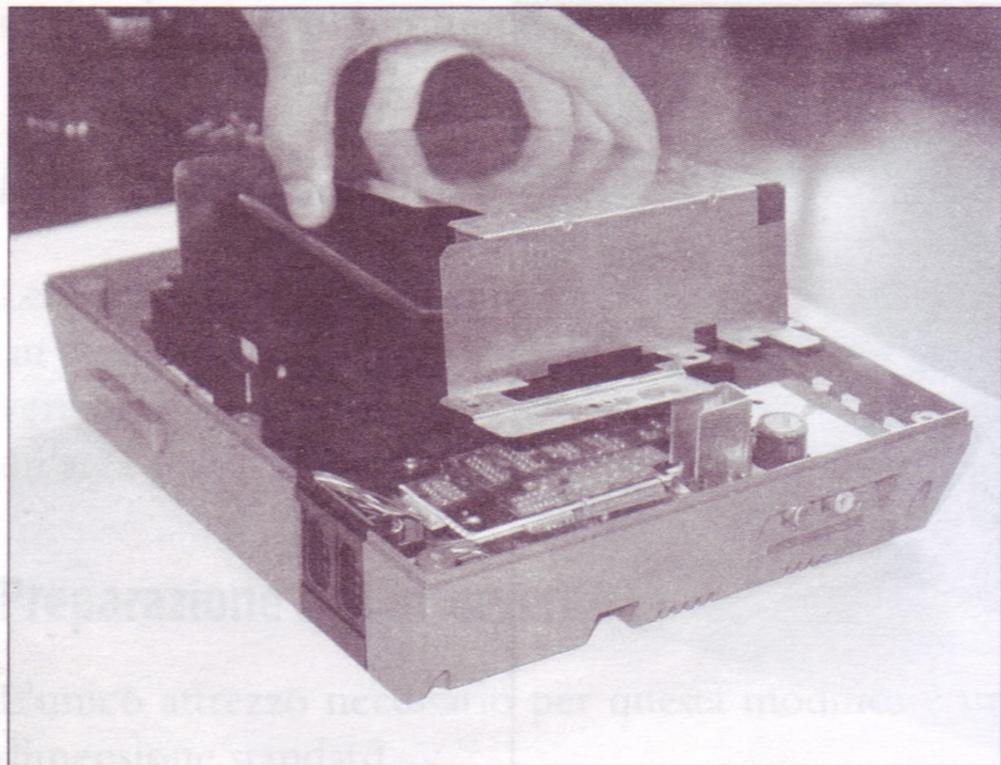

Figura 6.7 Rimozione dello schermo RF dalla console.
5. Dopo aver rimosso le viti, sollevate lo schermo RF dalla scheda dei circuiti (Figura 6.7). Potreste dover muovere leggermente lo schermo mentre lo sollevate, per accertarvi che non sia impigliato a qualche componente.